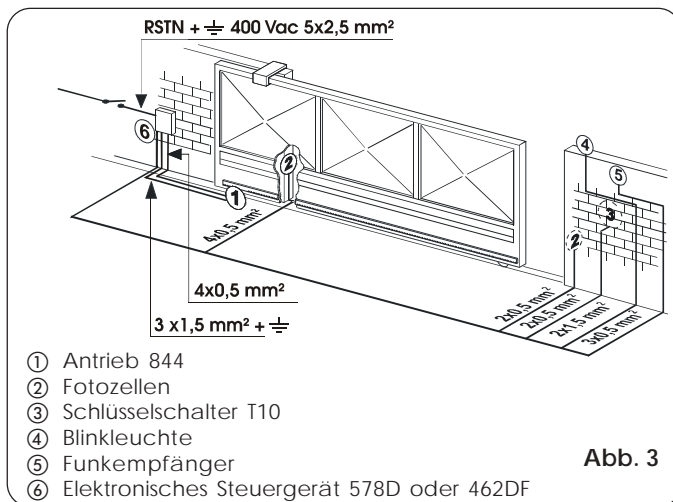

Abb. 3
- 4) Die Stromkabel für den Anschluß des Zubehörs und die Stromversorgung gemäß Abb.3 verlegen.